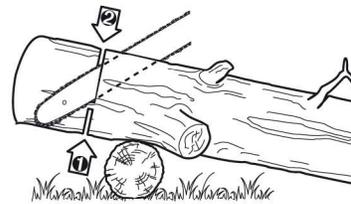

Fig. 41
- > Cuando el tronco se apoya en un extremo (Fig. 41), corte 1/3 del diámetro desde la parte inferior (corte ascendente). A continuación, haga el corte de acabado con un corte normal para llegar hasta donde quedó el primer corte.